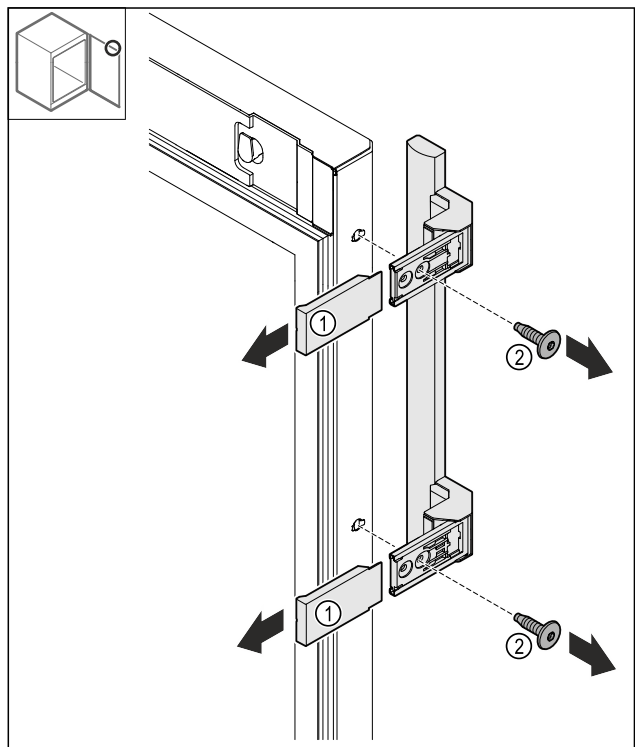

Fig. 24
- Αφαιρέστε τα καλύμματα Fig. 24 (1).
- Λύστε τις βίδες Fig. 24 (2).